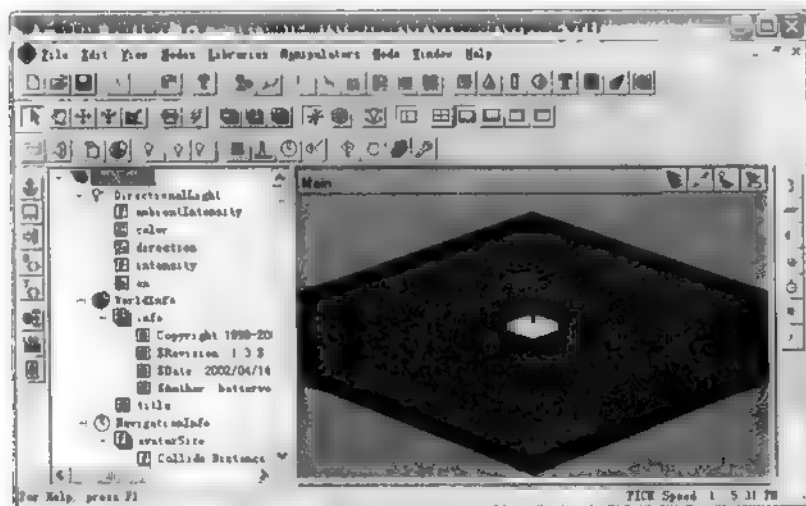

图 18.11 V-Realm Builder 创建工具
(5) 单击 Edit 按钮, 就会在 V-Realm Builder 创建工具中显示倒摆模型, 如图 18.11 所示。